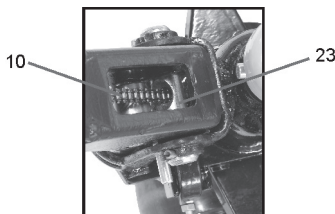

Fig. 4 – Corrente do cabo
Durante a montagem do cabo, mantenha a corrente conforme indicado na fig. 4 para evitar danos a mesma e facilitar a montagem.
- Passa a corrente "10" do cabo pelo centro do eixo, ver fig. 4.